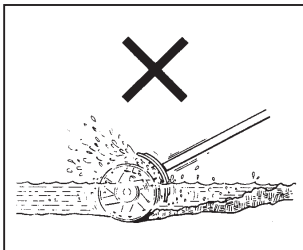

Fig. 10
- c. Do not use the unit in water or rooted, vine area. (Fig. 10 & 11)
- c. Verwenden Sie das Gerät an Wasserstellen und nicht an Stellen mit Wurzeln oder Reben. (Abb. 10, 11)